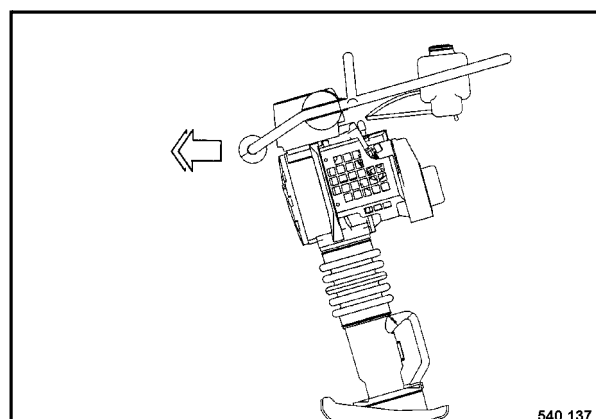

Fig. 3
- La velocidad de avance se puede influir por la carga aplicada sobre el estribo (Fig. 3).